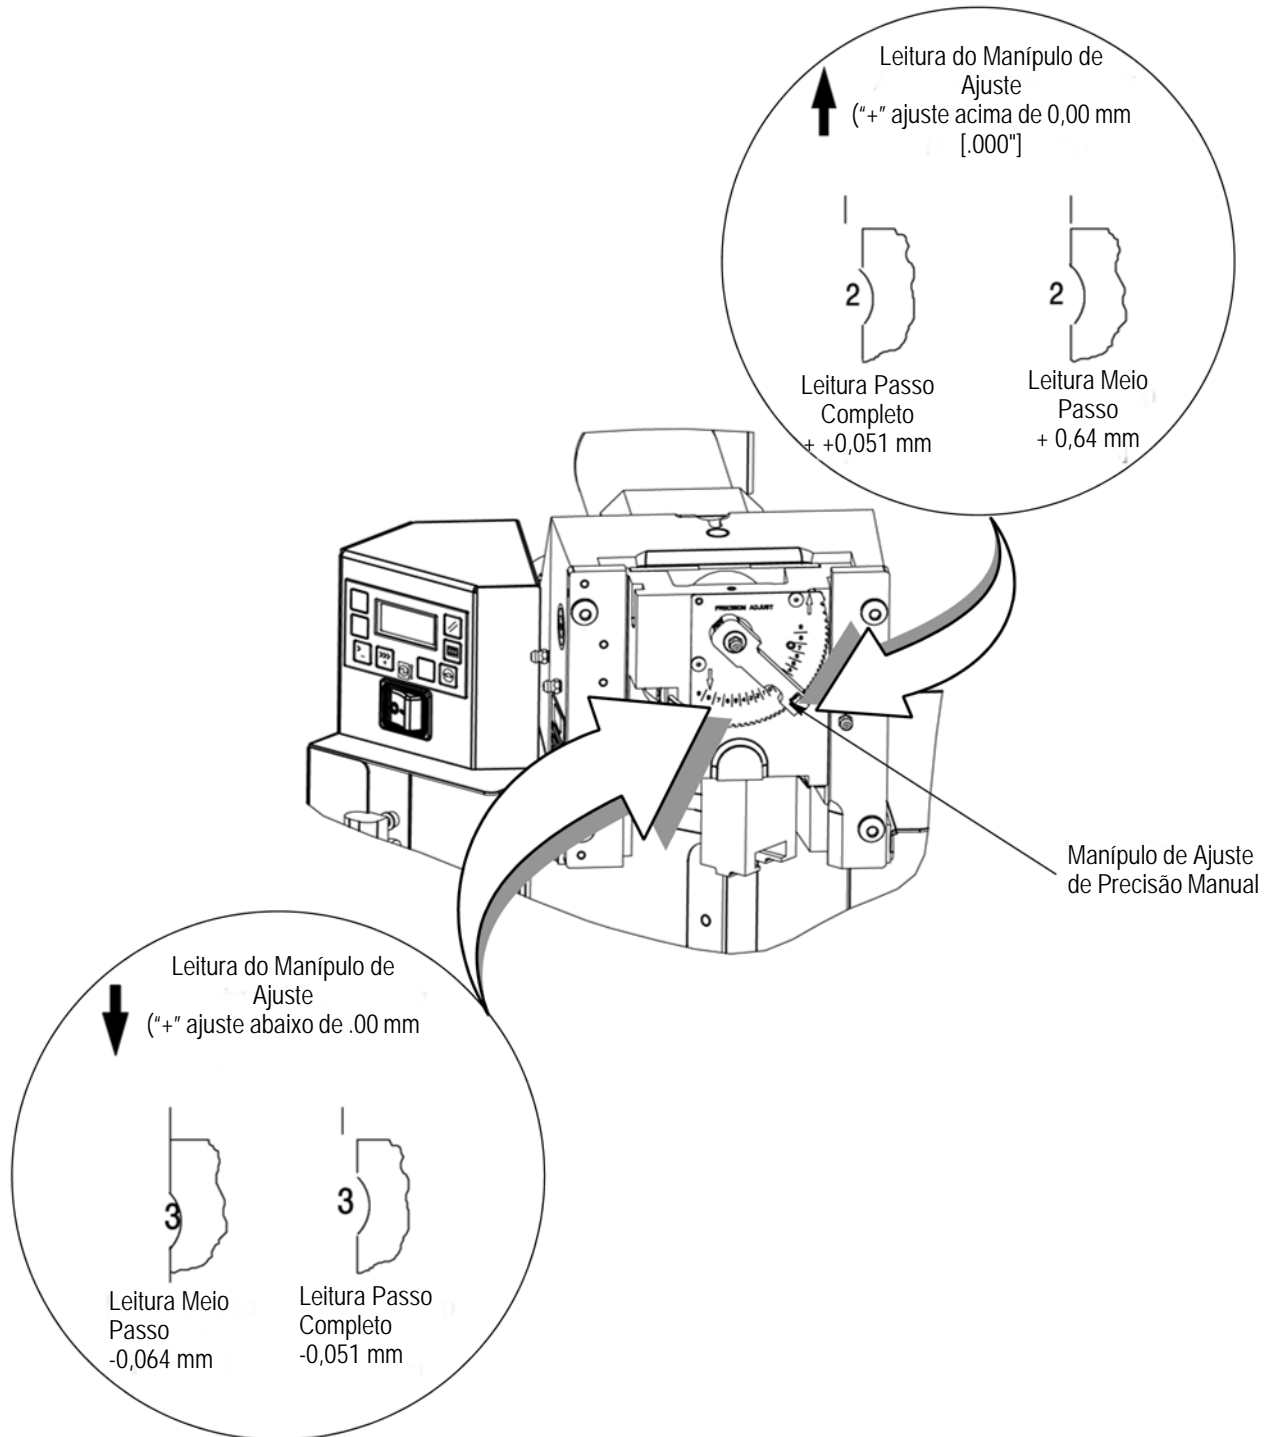

Figura 12
4. Ajuste a altura de crimpagem, movendo o manípulo de ajuste de precisão (Figura 12):